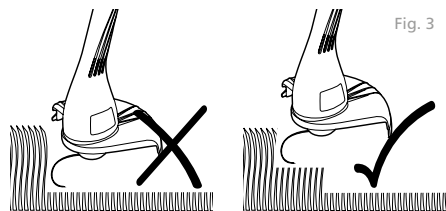

Fig. 3
4. No sobrecargue la cortadora, corte secciones pequeñas para mejorar la eficiencia de corte de la máquina manteniéndola en funcionamiento a alta velocidad. (Fig. 3)